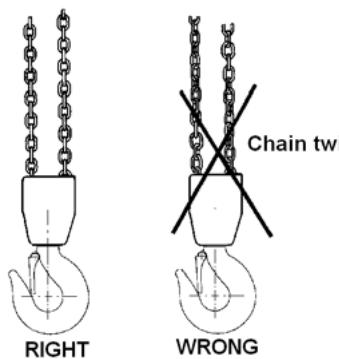

Fig. 5 The chain must not be twisted
- Łańcuch nie może być zapętlony lub skręcony. W przypadku wciągników łańcuchowych z podwójnym przeplotem (6,3 t) występuje zagrożenie skręcenia łańcucha, jeżeli dolny moduł haka zostanie zapętlony przez zawiesie łańcuchowe (zazwyczaj podczas ponownego instalowania lub przenoszenia wciągnika do innej stacji roboczej). Patrz rys. 5.